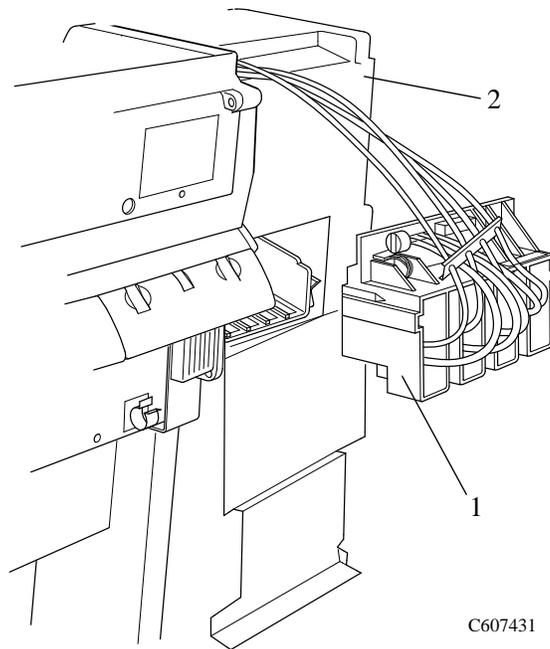

Figura 62: Conector dos tubos dos cartuchos de tinta (retirado)
13. Remova o conector dos tubos dos cartuchos de tinta (item 1) da parte traseira da tampa esquerda (item 2). Coloque o conjunto na tampa traseira esquerda (consulte a Figura 62).